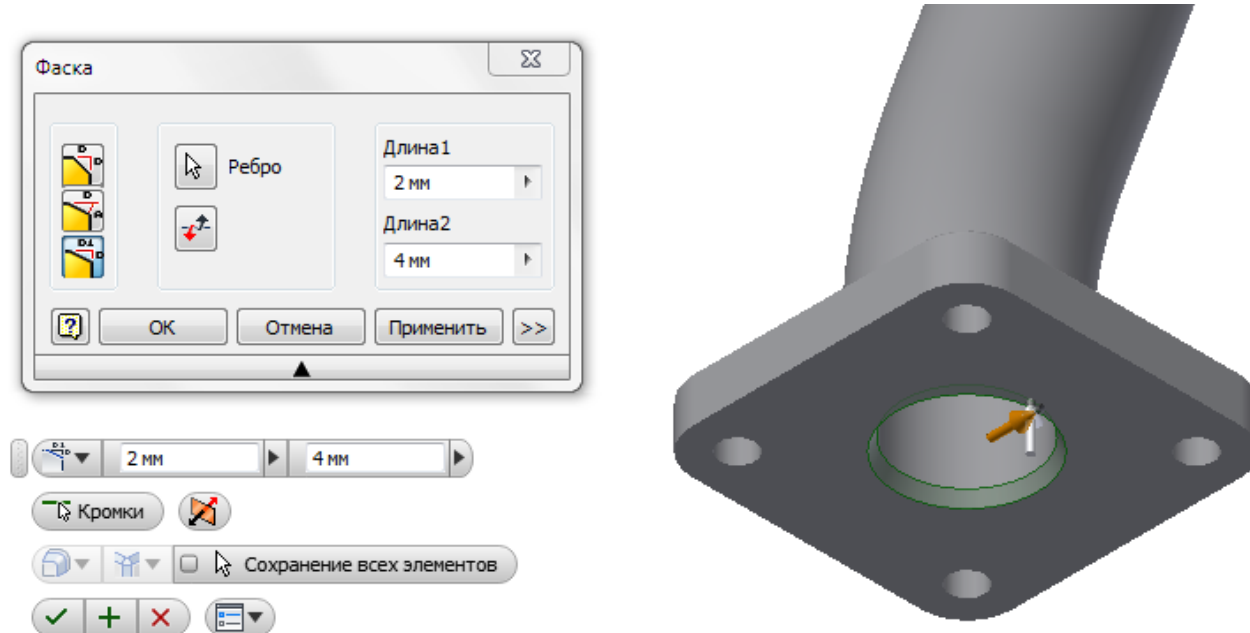

Рисунок 2.9 – Добавление второй фаски с двумя разными расстояниями
81) Установите первое значение расстояния (*например, 2*) и второе (*например, 4*) (рисунок 2.9).